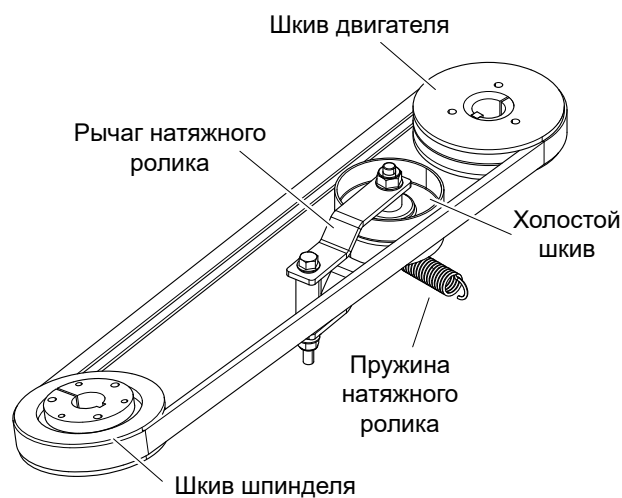

Рис. 5.7
7. Затяните гайку в задней детали машины до получения зазора величиной 1/32 дюйма между витками пружины натяжного ролика (см. рис. 5.7).